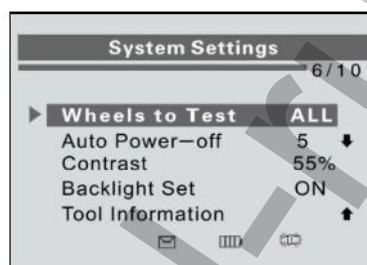

Рисунок 2-12
- 1) В окне **System Settings [Параметры системы]** с помощью **кнопок прокрутки вверх/вниз** выберите пункт **Wheels to Test [Проверяемые колеса]**, а затем нажмите кнопку **Y**. См. рисунок 2-12.